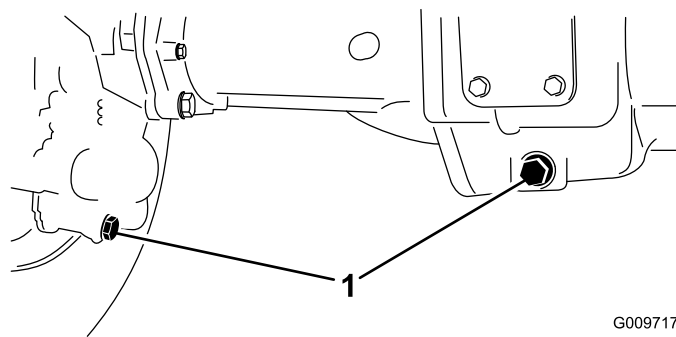

Figura 85
2. Limpe a zona em redor dos 3 tampões de escoamento, 1 em cada extremidade e 1 no centro (Figura 85).